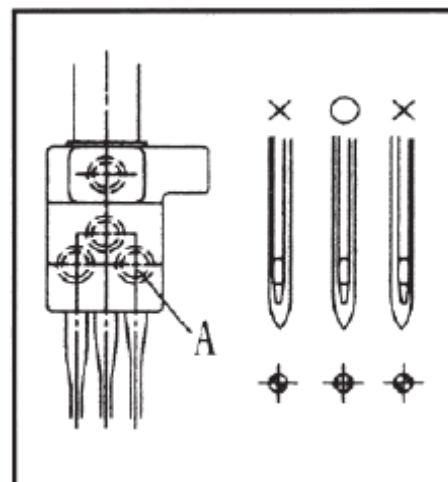

Рис. 9
3. Затяните винт (А) (см. Рис. 9)